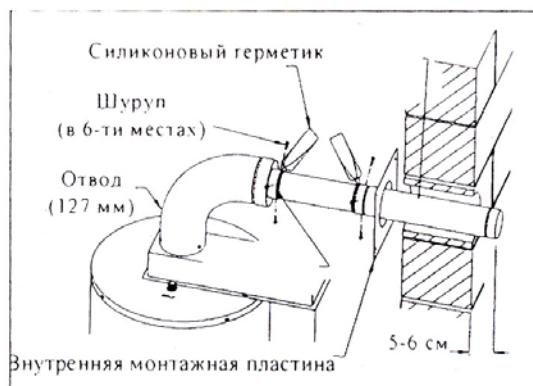

Рис. 8
7. Раздвиньте 76мм телескопическую трубу до максимума и пропустите ее сквозь внутреннюю монтажную пластину. Более толстый конец трубы вставьте в отверстие в стене, более тонкий - в 76 мм. отвод. Просверлите три 3 мм. отверстия сквозь стенки трубы и отвода и заверните в них три шурупа. Настройте длину трубы таким образом, чтобы она выступала снаружи стены примерно на 5-6 см. Просверлите три 3 мм. отверстия сквозь стенки трубы в том месте, где пересекаются более толстая и более тонкая ее части и заверните три шурупа, чтобы зафиксировать длину. Промажьте RTV герметиком места соединения телескопической трубы с отводом и частей телескопической трубы друг с другом. (Рис. 8).